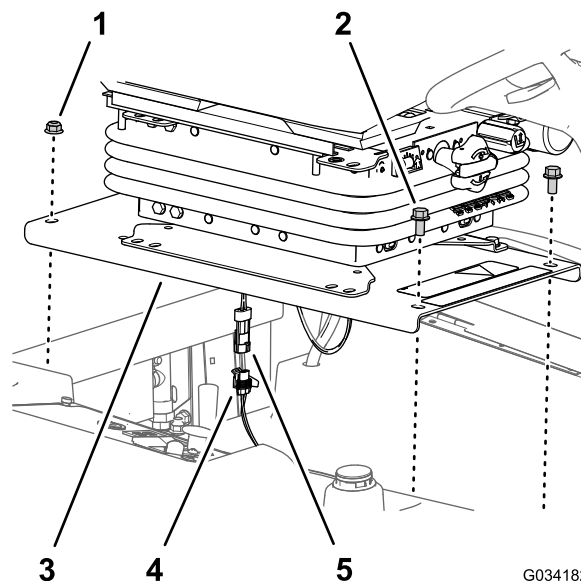

Figura 38
1. Retire los 2 pernos con arandela prensada (3/8" x 3/4") que sujetan la parte delantera de la chapa del asiento al chasis de la máquina (Figura 38).
2. Retire las 2 contratuerca con arandela prensada (3/8") que sujetan la parte trasera de la chapa del asiento al chasis de la máquina (Figura 38).
4. Desconecte el conector de 2 pines del arnés del interruptor de presencia del operador del conector hembra de 2 vías del arnés de cables de la máquina (Figura 38).
2. Conecte el conector de 2 pines del arnés del interruptor de presencia del operador al conector hembra de 2 vías del arnés de cables de la máquina; consulte Figura 38 de Retirada del asiento y la chapa del asiento \(página 40\).
3. Alinee los taladros traseros de la placa del asiento (Figura 38 de Retirada del asiento y la chapa del asiento \(página 40\)) con los 2 pernos de cuello cuadrado (3/8" x 1") del canal del radiador.
4. Monte la placa del asiento (Figura 38) en los pernos de cuello cuadrado con las 2 contratueras con arandela prensada (3/8") que retiró en el paso 2 de Retirada del asiento y la chapa del asiento \(página 40\).
5. Alinee los taladros delanteros de la chapa del asiento (Figura 38) con las roscas de las varillas del depósito.
6. Monte la chapa del asiento (Figura 38) en las varillas del depósito con los 2 pernos con arandela prensada (3/8" x 3/4") que retiró en el paso 1 de Retirada del asiento y la chapa del asiento \(página 40\).